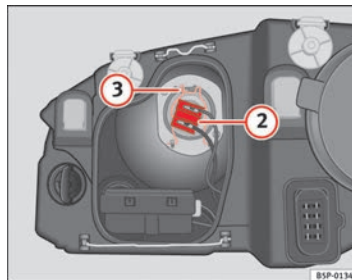

Fig. 187 Luz de cruce
- Extraiga el conector ⇒ página 279, fig. 187 ② de la lámpara.
- Desenganche el resorte retentor ⇒ página 279, fig. 187 ③ presionándolo hacia dentro y a la derecha.